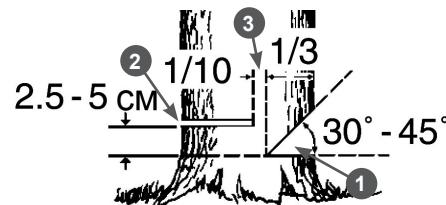

Рис. 10 Расположение запила, пропила и недопила
- Начните пилить с той стороны дерева, куда оно должно упасть (Рис. 10). Сделайте запил 1 с той стороны, куда должно упасть дерево, глубиной примерно $\frac{1}{3}$ диаметра ствола и под углом от 30 до 45 градусов (Рис. 10). В начале пиления первым должен коснуться дерева зубчатый упор. Затем, используя зубчатый упор в качестве точки вращения, вращением электропилы погружайте шину с движущейся цепью в древесину. При спиливании крупных деревьев перестановку упора делают несколько раз.
- Сделайте основной валочный пропил 2 с противоположной стороны, выше основания запила на 2,5-5 см. Между основным пропилом и запилом должен оставаться недопил 3 равный примерно $1/10$ диаметра ствола. Вставьте своевременно клин в пропил. Недопил 3 действует как шарнир и позволяет контролировать падение дерева (Рис. 10).
Ни в коем случае не допиливать до конца недопил 3 (Рис. 10), так как при этом невозможно контролировать направление падения дерева.